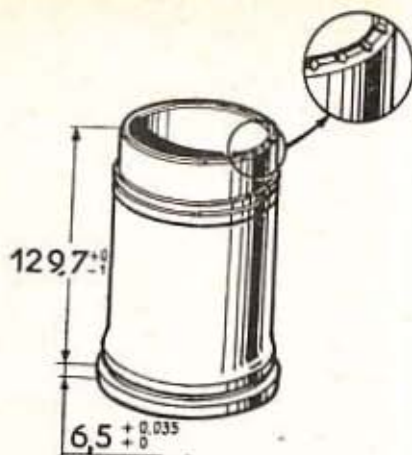

Fig. 46. — Cotes d'une chemise et repères de classe
- Monter les chemises dans leur logement orienter les repères-traits suivant l'axe longitudinal du moteur (fig. 46).